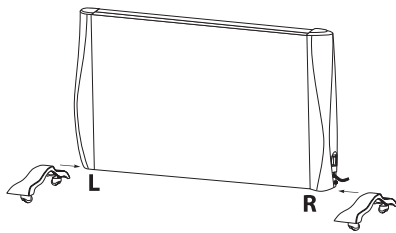

Figura 2
2. Fixați cele două picioare în partea de jos a radiatorului, verificați de două ori marcajul R și L (dreaptă și stângă) (Figura 2).